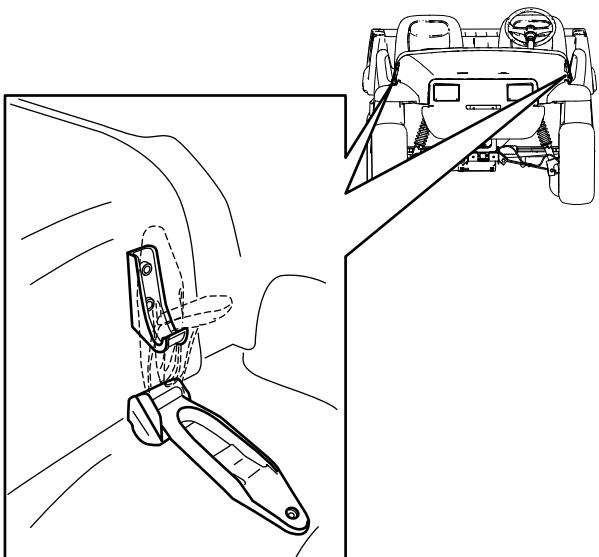

Bild 22
1. Heben Sie den Hebel der Gummiriegel an jeder Seite der Motorhaube an (Bild 22).
2. Flüchten Sie die Gummiriegel auf den Riegelankern an jeder Seite der Motorhaube aus, um die Motorhaube zu befestigen (Bild 22).